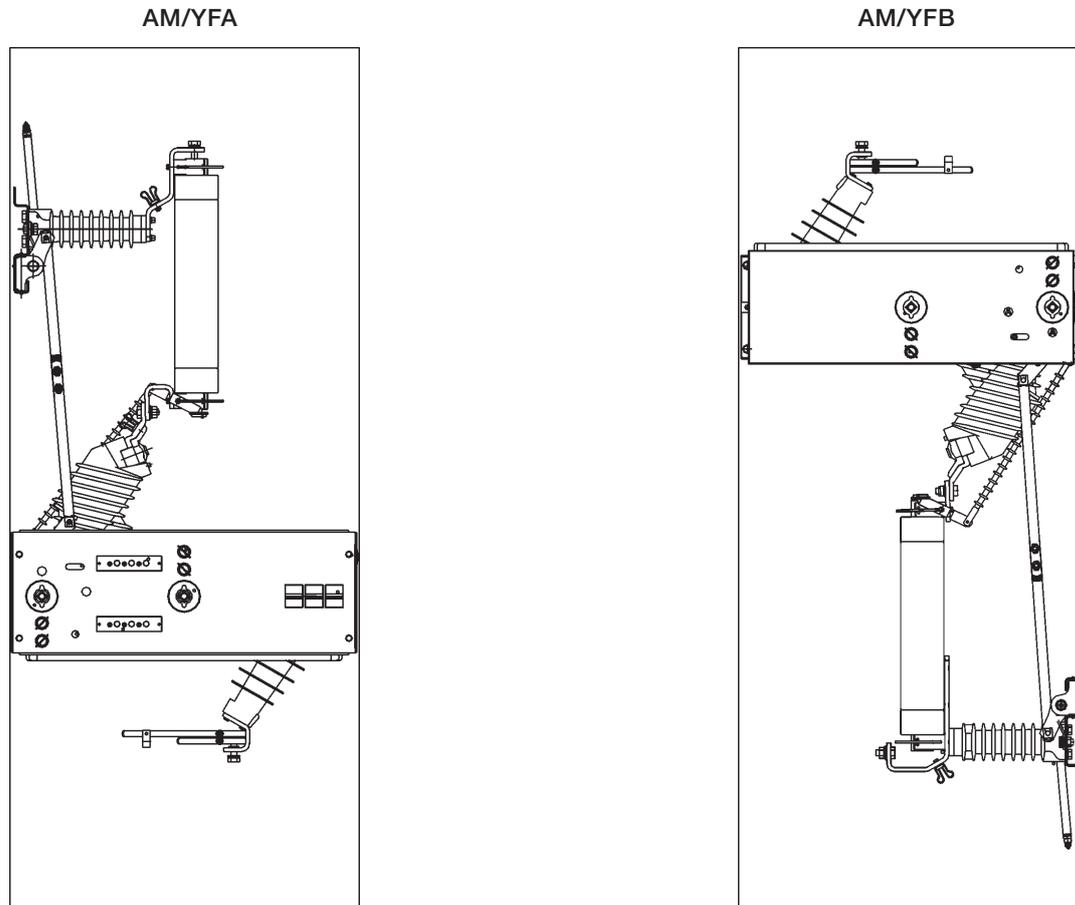

Fig. 6
- sezionatori di linea AR e AS a manovra dipendente dall'operatore fig. 6 e fig. 7 possono essere impiegati in combinazione con i fusibili per la protezione dei trasformatori di misura e con l'interruttore HAD per la protezione dei trasformatori.
- AR and AS line-side isolators with operation depending on the operator fig. 6 and fig. 7 can be used in combination with the fuses for instrument transformer protection and with the HAD circuit-breaker for transformer protection.
Al momento della fusione anche di un solo fusibile si ha l'apertura automatica dell'interruttore di manovra-sezionatore tramite un'asta isolante che va ad agire sull'albero di sgancio, e contemporaneamente si ha l'inserimento di un blocco meccanico, che a fusibile intervenuto, impedisce la chiusura dell'interruttore di manovra-sezionatore (fig. 6).
At the time of even a single fuse blowing, there is automatic opening of the switch-disconnector by means of an insulating rod which goes to act on the release shaft and, at the same time, there is insertion of a mechanical lock which, with a fuse blown, prevents the switch-disconnector closing (fig. 6).